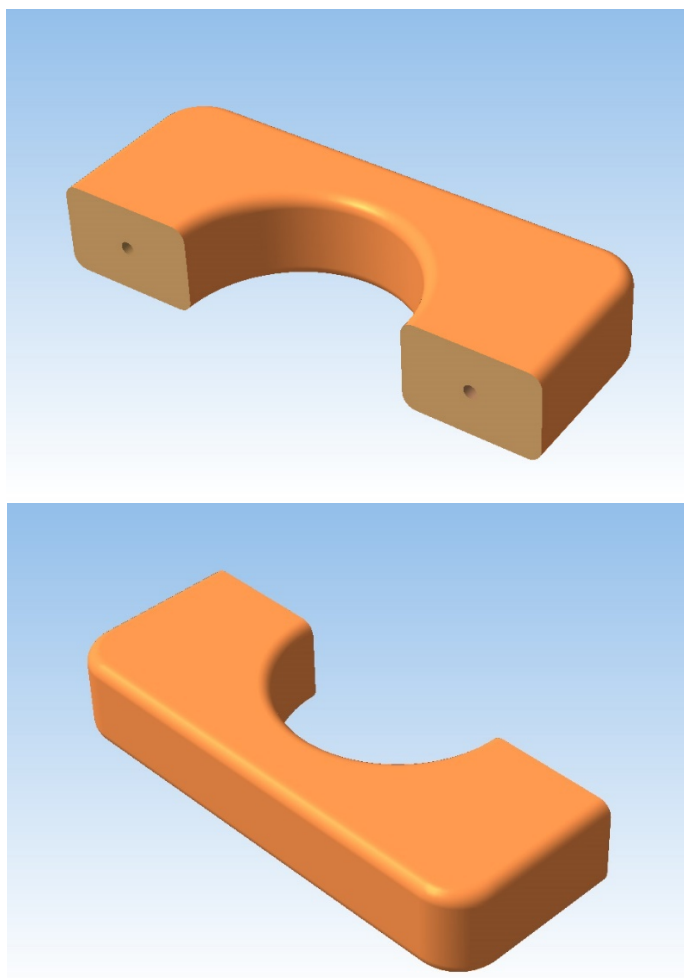

Рис. 1
1. По данному образцу (Рис. 1) разработайте технологическую карту (Таблица 1) для изготовления мебельной ручки;
- г. Для крепления ручки к мебели в центрах изнаночных граней имеются глухие отверстия диаметром 3 мм и глубиной 20 мм для вкручивания саморезов (см. Рис. 1).
6. Изделие окрашено водной акриловой эмалью (см. Рис. 1).